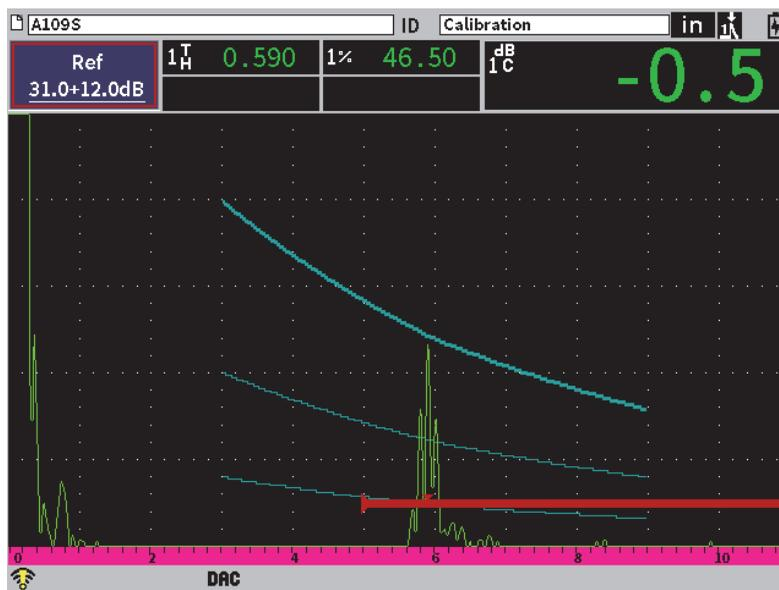

図 11-6 完成した DAC カーブ
9. カーブの作成が完了するまで、ステップ 6、7、および 8 を繰り返します (182 ページの図 11-6 参照)。